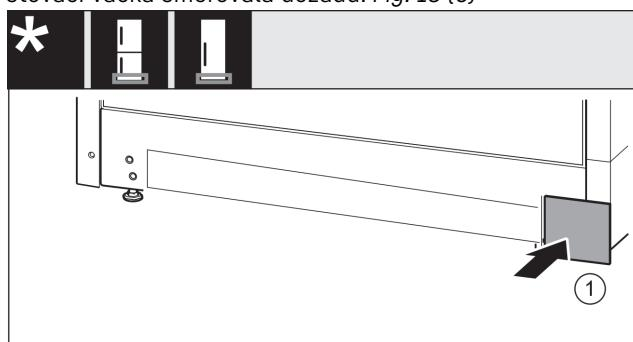

Fig. 19
- Kryt opět nasadte na druhé straně. Fig. 19 (1)